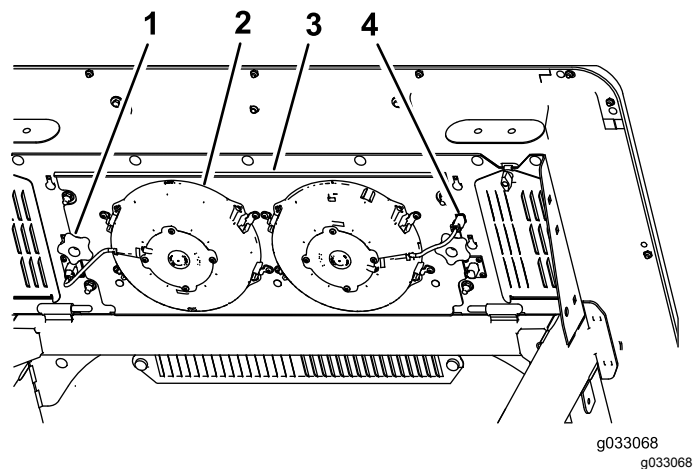

Figure 58
3. Débranchez le connecteur et le câble d'alimentation des ventilateurs de la prise (Figure 58).
4. Retirez les 2 boutons qui fixent le panneau de ventilateurs et les ventilateurs sous le haut de la cabine (Figure 58) et déposez l'ensemble.